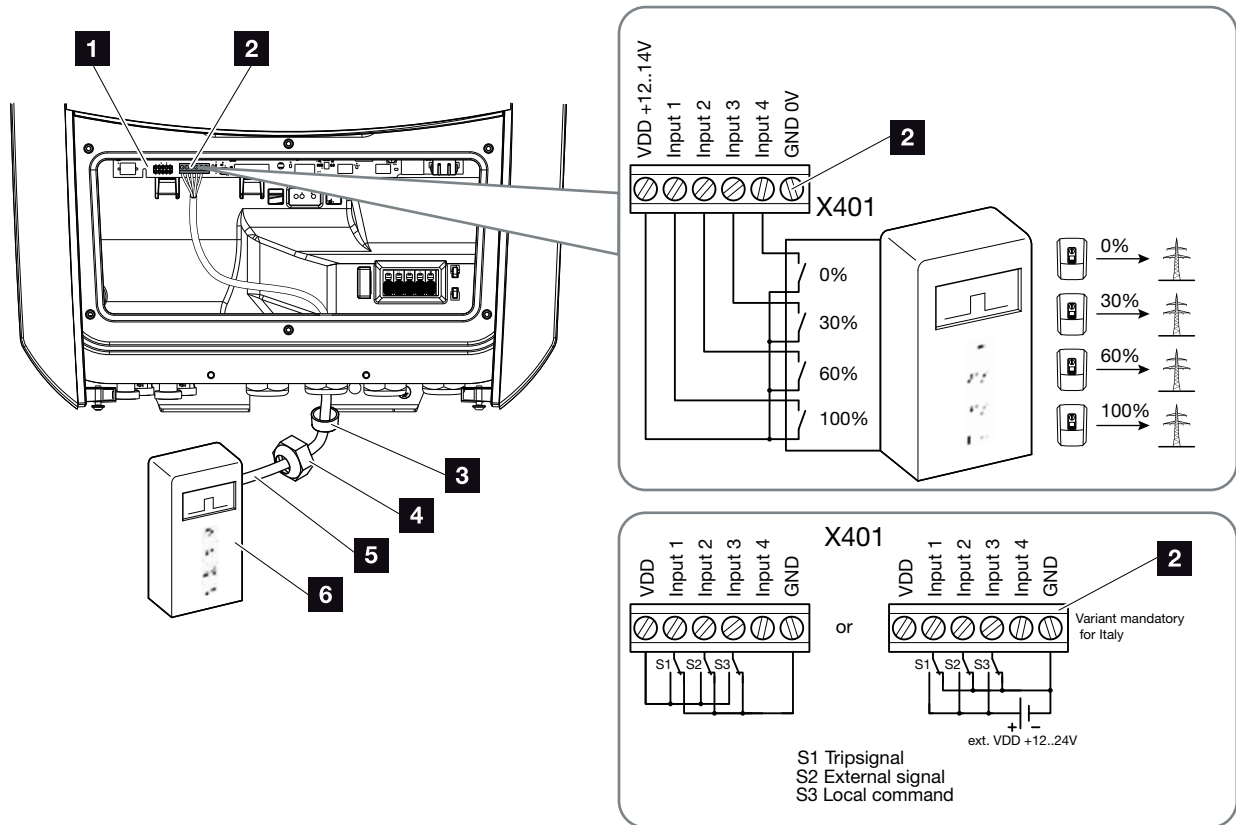

Fig. 31: Allacciamento ricevitore di segnali
4. Collegare il cavo di comunicazione nell'inverter alla morsettiera per il ricevitore di segnali (coppia di serraggio: 0,2 Nm)  **Fig. 31, pos. 2**